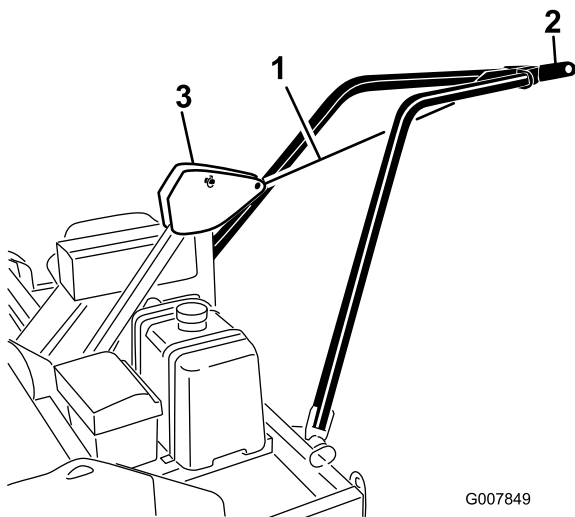

Figura 12
- 2. Utilizando un cuerda de amarre o similar, fije la placa de enganche del brazo de tiro al pivote del bastidor de enganche mientras eleva el brazo de tiro para su instalación (Figura 12).